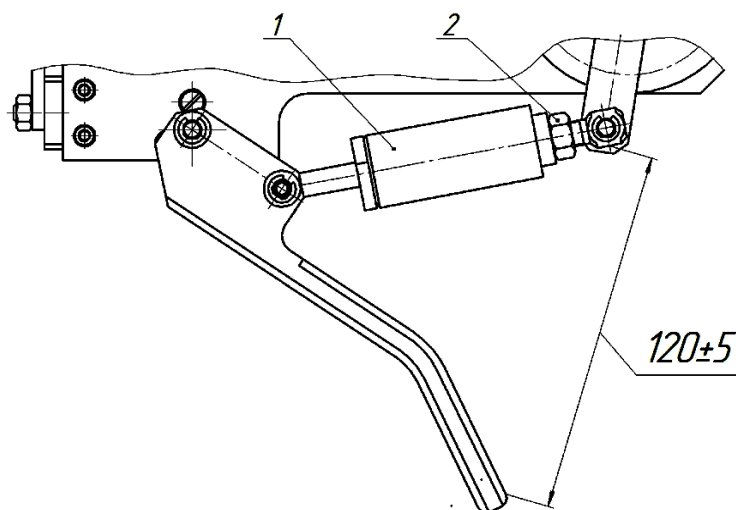

Рисунок 12
2.2.6 Приводной и опорный ролик должны быть прижаты с усилием, которое определяется расстоянием (120 ± 5) мм, при необходимости с помощью корпуса поз. 1 (рисунок 12) отрегулировать нужное расстояние, при котором начинается прижим, и зафиксировать контрящей гайкой поз. 2.